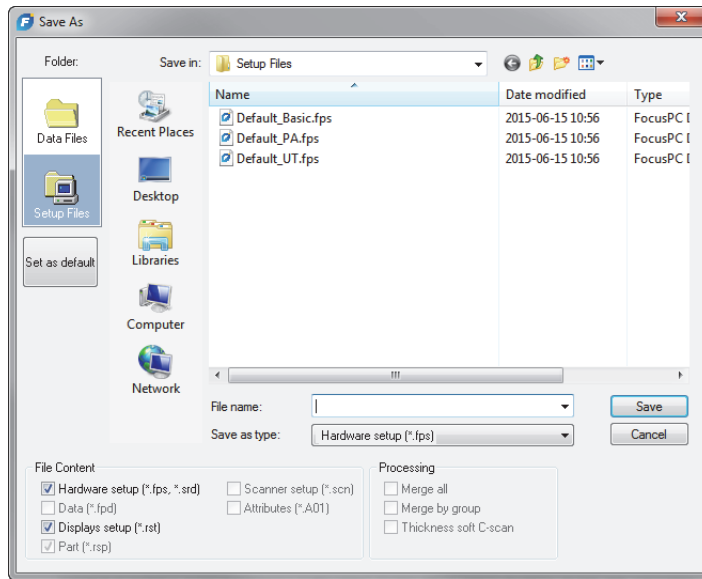

Abbildung 4-2 Speichern unter (Dialogfeld)
2. Im eingeblendeten Dialogfeld **Speichern unter** (Abbildung 4-2 auf Seite 103):